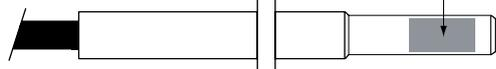

図. 3 - メス コンタクト/ファイバー圧着部
- 圧着工具CLPZ R 用データシートには、圧着工具の動作と圧着するコンタクトに適した圧着深度およびロケータの調節方法が説明されています。タレット位置を3に合わせ、タレットつまみを押し90°回して下さい。圧着深度を2に合わせます（アレンスクリューは、再固定調整後回して外して下さい）。メスコンタクト: コンタクト後部を回して外し、内部部品を抜いて出します; 図3に圧着部を示します（コンタクトフロント部）オスコンタクト: コンタクトフロント部を圧着します。